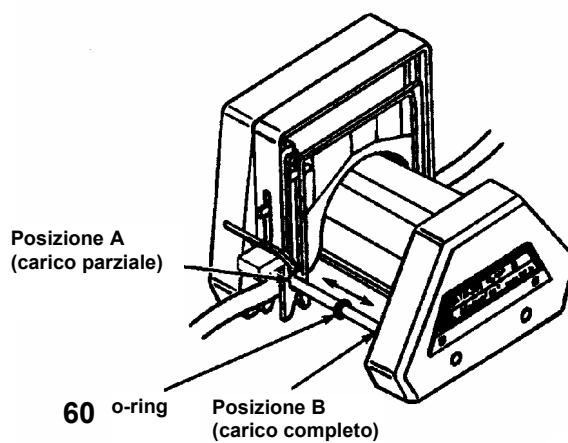

Fig. 39
5.1.2. Funzionamento della pompa con testa della pompa multicanale non completa (fig. 39)